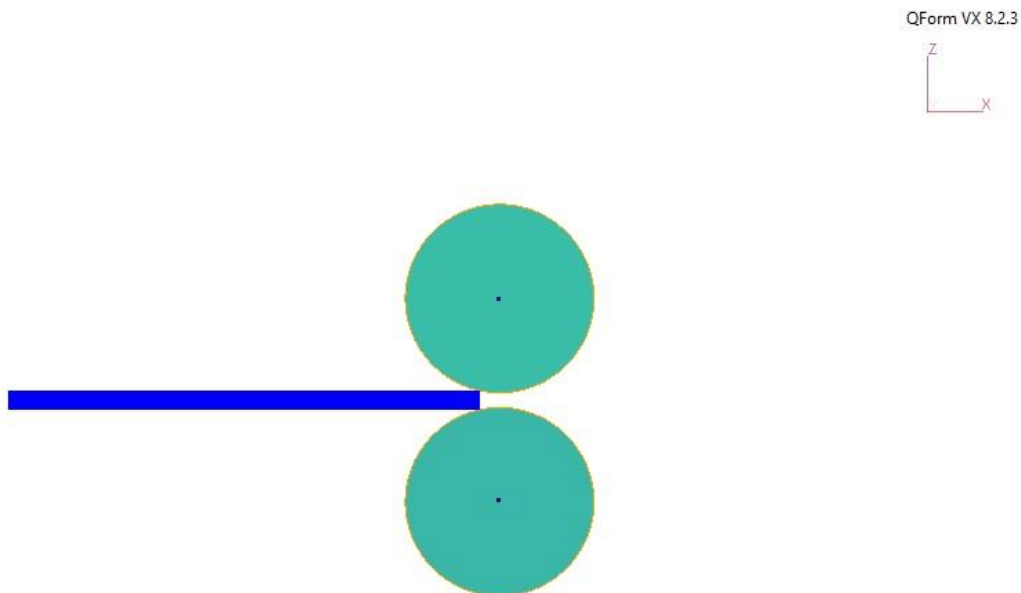

Рисунок 4.5 – Модель процесу прокатки листа
8. Натискаємо кнопку **Расчет** и програма запропонує зберегти проект. Задаємо ім'я проекту та натискаємо *Сохранить*. Після цього почнеться розрахунок (рис. 4.5).